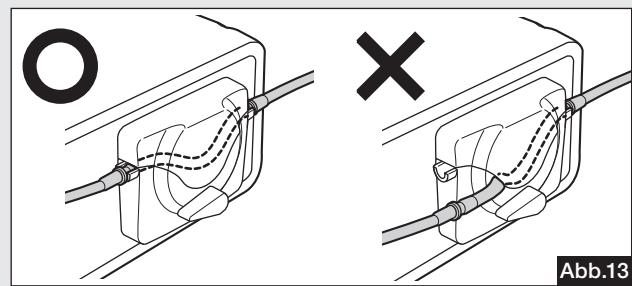

Abb.13
- Nachdem Sie sichergestellt haben, dass der Spülungsschlauch sicher an der Walze angebracht ist, drehen Sie den Drehknopf des Kühlmittelschlauchs auf CLOSE. Wenn der Drehknopf auf CLOSE gedreht ist und der Kühlmittelschlauch nicht richtig angebracht wurde, kann der Kühlmittelschlauch beschädigt werden (Abb. 13).